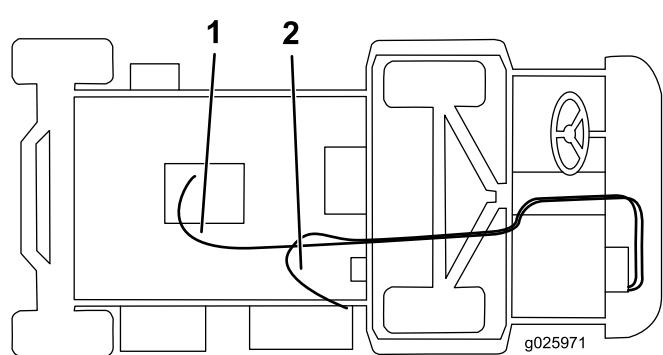

Figura 9
5. Ligue o tubo comprido à válvula do aquecedor com uma braçadeira de tubos e encaminhe-o por debaixo da unidade, por cima do eixo, e até ao encaixe recto (Figura 9).
6. Ligue o tubo mais curto ao enchimento em T branco com uma braçadeira de tubos, encaminhe-o através do grampo em R no suporte do aquecedor e ligue-o ao encaixe em T no tubo inferior do radiador com uma braçadeira de tubos (Figura 9).